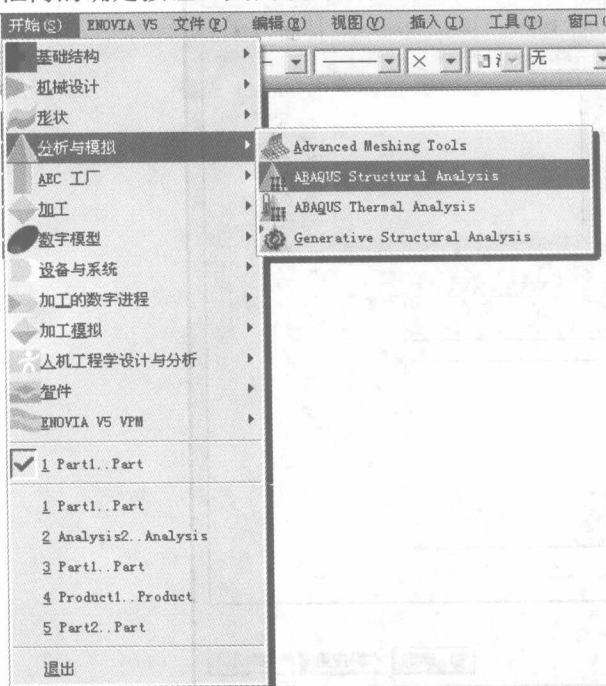
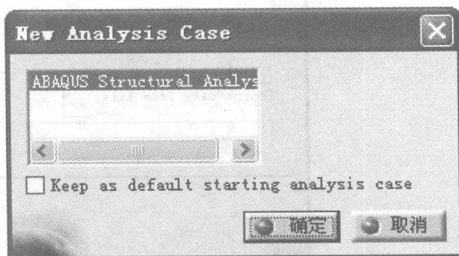

图 1-13 点击 ABAQUS Structural Analysis
图 1-14 New Analysis Case 新分析算例对话框
(4) 进入 ABAQUS 结构分析工作台。点击界面最上面的 File 文件下拉菜单，选择 Save 存盘，把文件保存起来。点击 Start (开始) < Analysis & Simulation (分析与模拟) < ABAQUS Structural Analysis，如图 1-13 所示，进入 ABAQUS 结构分析工作台（由于存在汉化版本的 CATIA 和英文版本的 CATIA，显示的内容不同，本文在后面将以中文版本的显示为主。如果提供的是英文版本的显示，则在英文后面的括号内给出中文）。点击后，会出现 New Analysis Case 新分析算例对话框，如图 1-14 所示。按照默认的设置，然后点击 OK 按钮，生成新的 ABAQUS 分析算例。